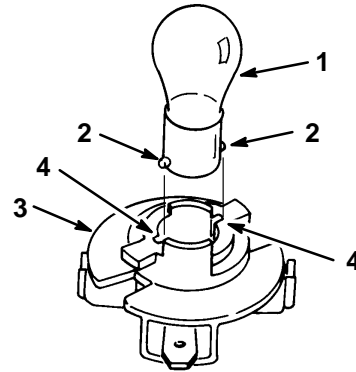

Figure 51
4. Pousser sur l'ampoule pour la tourner à fond vers la gauche (env. 1/4 tour) et la retirer de l'embase (Fig. 51).
1. Le culot de l'ampoule présente deux ergots métalliques. Aligner ces ergots face aux fentes de l'embase et insérer le culot dans la douille de l'embase (Fig. 51). Pousser sur l'ampoule et la tourner à fond vers la droite.